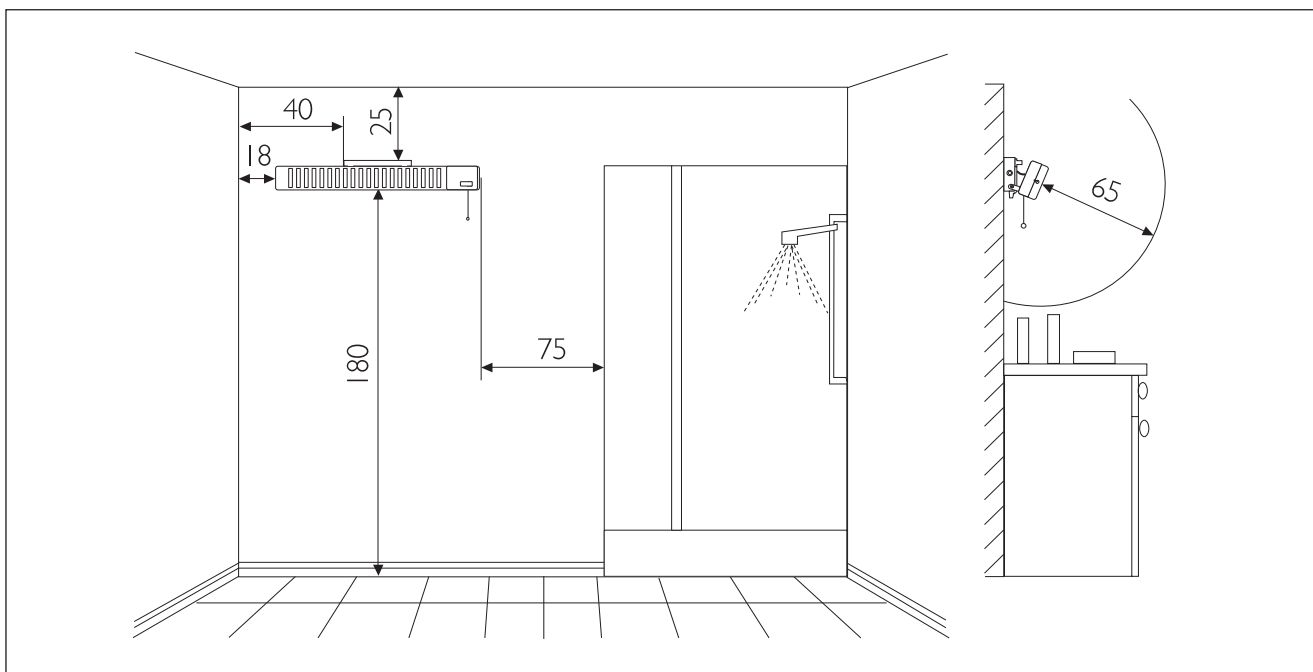

Рис. 2
- Обязательно выдерживайте требуемые минимальные дистанции (рис. 2). Приборы следует устанавливать таким образом, чтобы выключатели не были досягаемы для людей, принимающих душ или ванну.